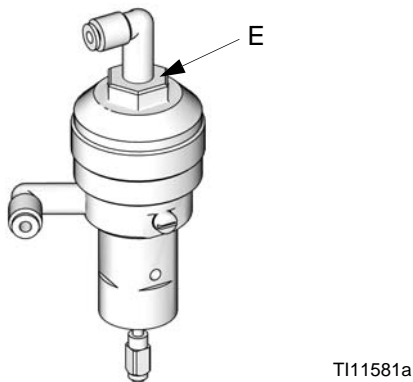

FIG. 24. Ventiljustering
Doseringsventiler og gennemskylningsventiler er indstillet fra fabrikken med sekskantmøtrikken 1-1/4 omgange ud fra helt lukket. Denne indstilling begrænser den maksimale væskeflowhastighed ind i integratoren og minimerer ventilernes reaktionstid. Du skal dreje sekskantmøtrikken (E) *mod uret* for at åbne doserings- eller gennemskylningsventilerne (for højviskose materialer). Du skal dreje *med uret* for at lukke doserings- eller gennemskylningsventilerne (for lavviskose materialer). Se FIG. 24.